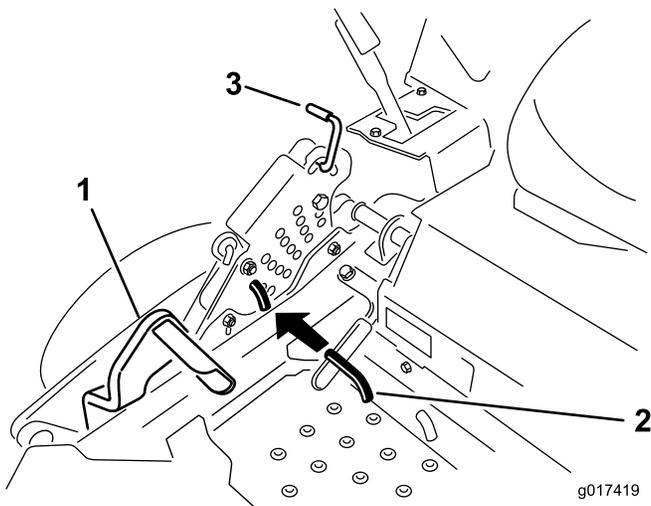

Figure 74
5. Enfoncez complètement la pédale de relevage du plateau de coupe pour verrouiller le plateau à la position de transport de 14 cm (Figure 74).